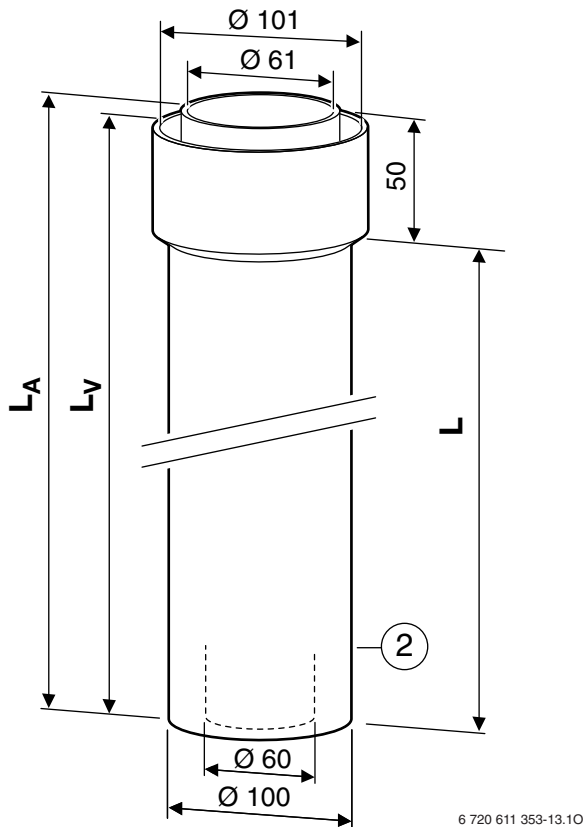

Fig. 8 Prolunga concentrica AZ 316, AZ 317, AZ 331 (2)
Prestare molta attenzione alla fig. 8 ed alla legenda sottostante.
Legenda di fig. 8
► Tagliare a misura e ad angolo retto la prolunga facendo riferimento alla fig. 8 a alle indicazioni sottostanti la figura stessa (L_V/L_A).
Dopo un eventuale taglio, verificare che il condotto lato fumi interno (L_A) risulti più lungo di 0,5 cm rispetto a quello dell'aria (L_V) (vedi fig. 8).
- ▶ Il condotto lato fumi interno (L_A) dovrà essere tagliato di 0,5 cm in più rispetto a quello dell'aria (L_V) (vedi fig.8).
- Il condotto lato fumi interno (L_A) dovrà essere tagliato di 0,5 cm in più rispetto a quello dell'aria (L_V) (vedi fig.8).